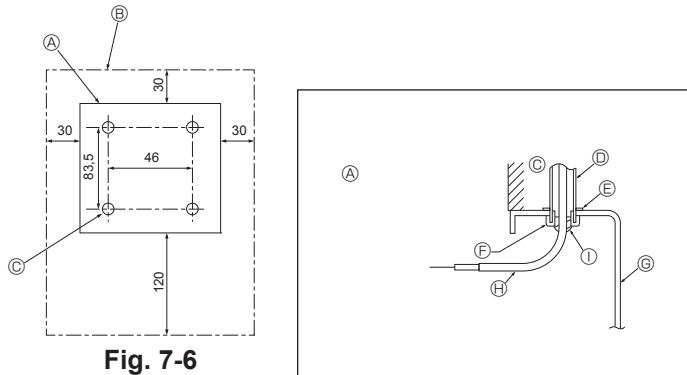

Fig. 7-6
- Sélectionner l'endroit d'installation de la télécommande. (Fig. 7-6)